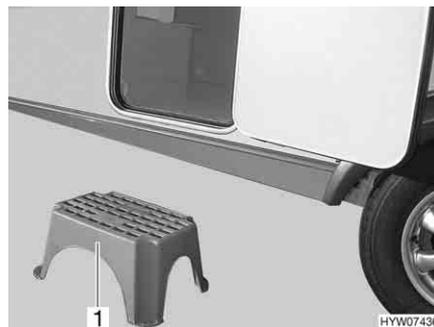

Fig. 25 Escalón de entrada (independiente)
- Colocar el escalón de entrada (Fig. 25,1) delante de la entrada de la caravana.